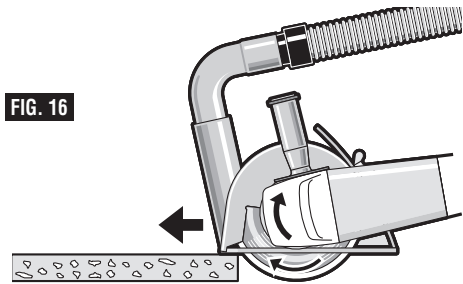

FIG. 16
4. Deslice la herramienta hacia delante a una velocidad moderada, adaptada al material que se esté cortando. Corte siempre hacia el puerto de extracción de polvo para maximizar la extracción de polvo y reducir las probabilidades de retroceso (Fig. 16).